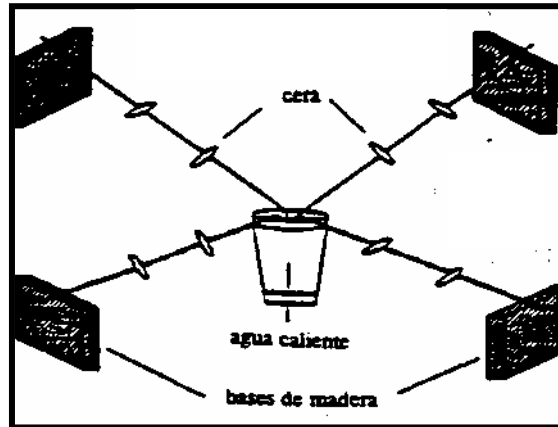

Figura 3
1. Para esto, cada grupo (o la maestra o el maestro) tendrán cuatro (4) varillas con la siguiente descripción:
2. Las 4 varillas se colocan juntas en un extremo en un arreglo radial (Ver Figura 3) dentro de un recipiente (vaso de espuma de estireno) y se sostienen elevadas mediante bases que pueden ser de madera.